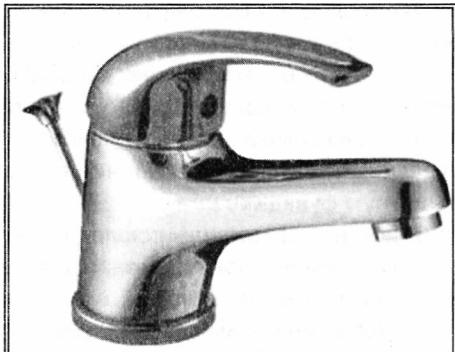

Рисунок 17. Однорычажный смеситель
**Однорычажные смесители** (рис. 17) становятся все более популярным. Этому способствуют простота его использования и разнообразие дизайна. Для выключения либо включения подачи воды достаточно одним движением повернуть рычаг в сторону.